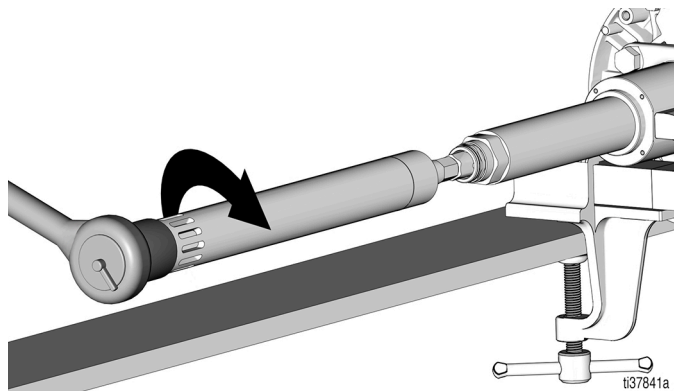

图 33
- 18. 重新安装入口气缸 (8) 并用 1-15/16 英寸套筒拧紧 (扭矩 75 - 85 ft-lb/101.7 - 115.2 N•m) (图 33)。